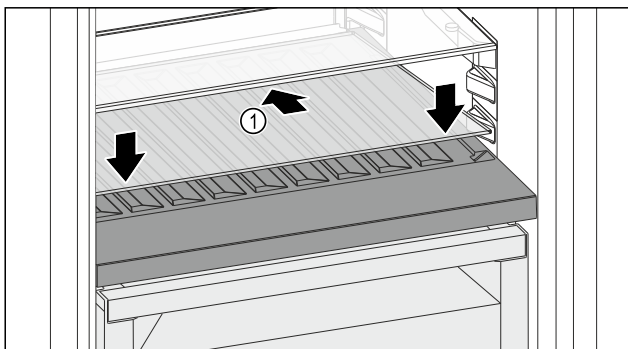

Fig. 118
- Posizionare il ripiano di vetro Fig. 118 (1) inclinato indietro e verso il basso.
- Abbassare la parte anteriore del ripiano di vetro Fig. 118 (1).